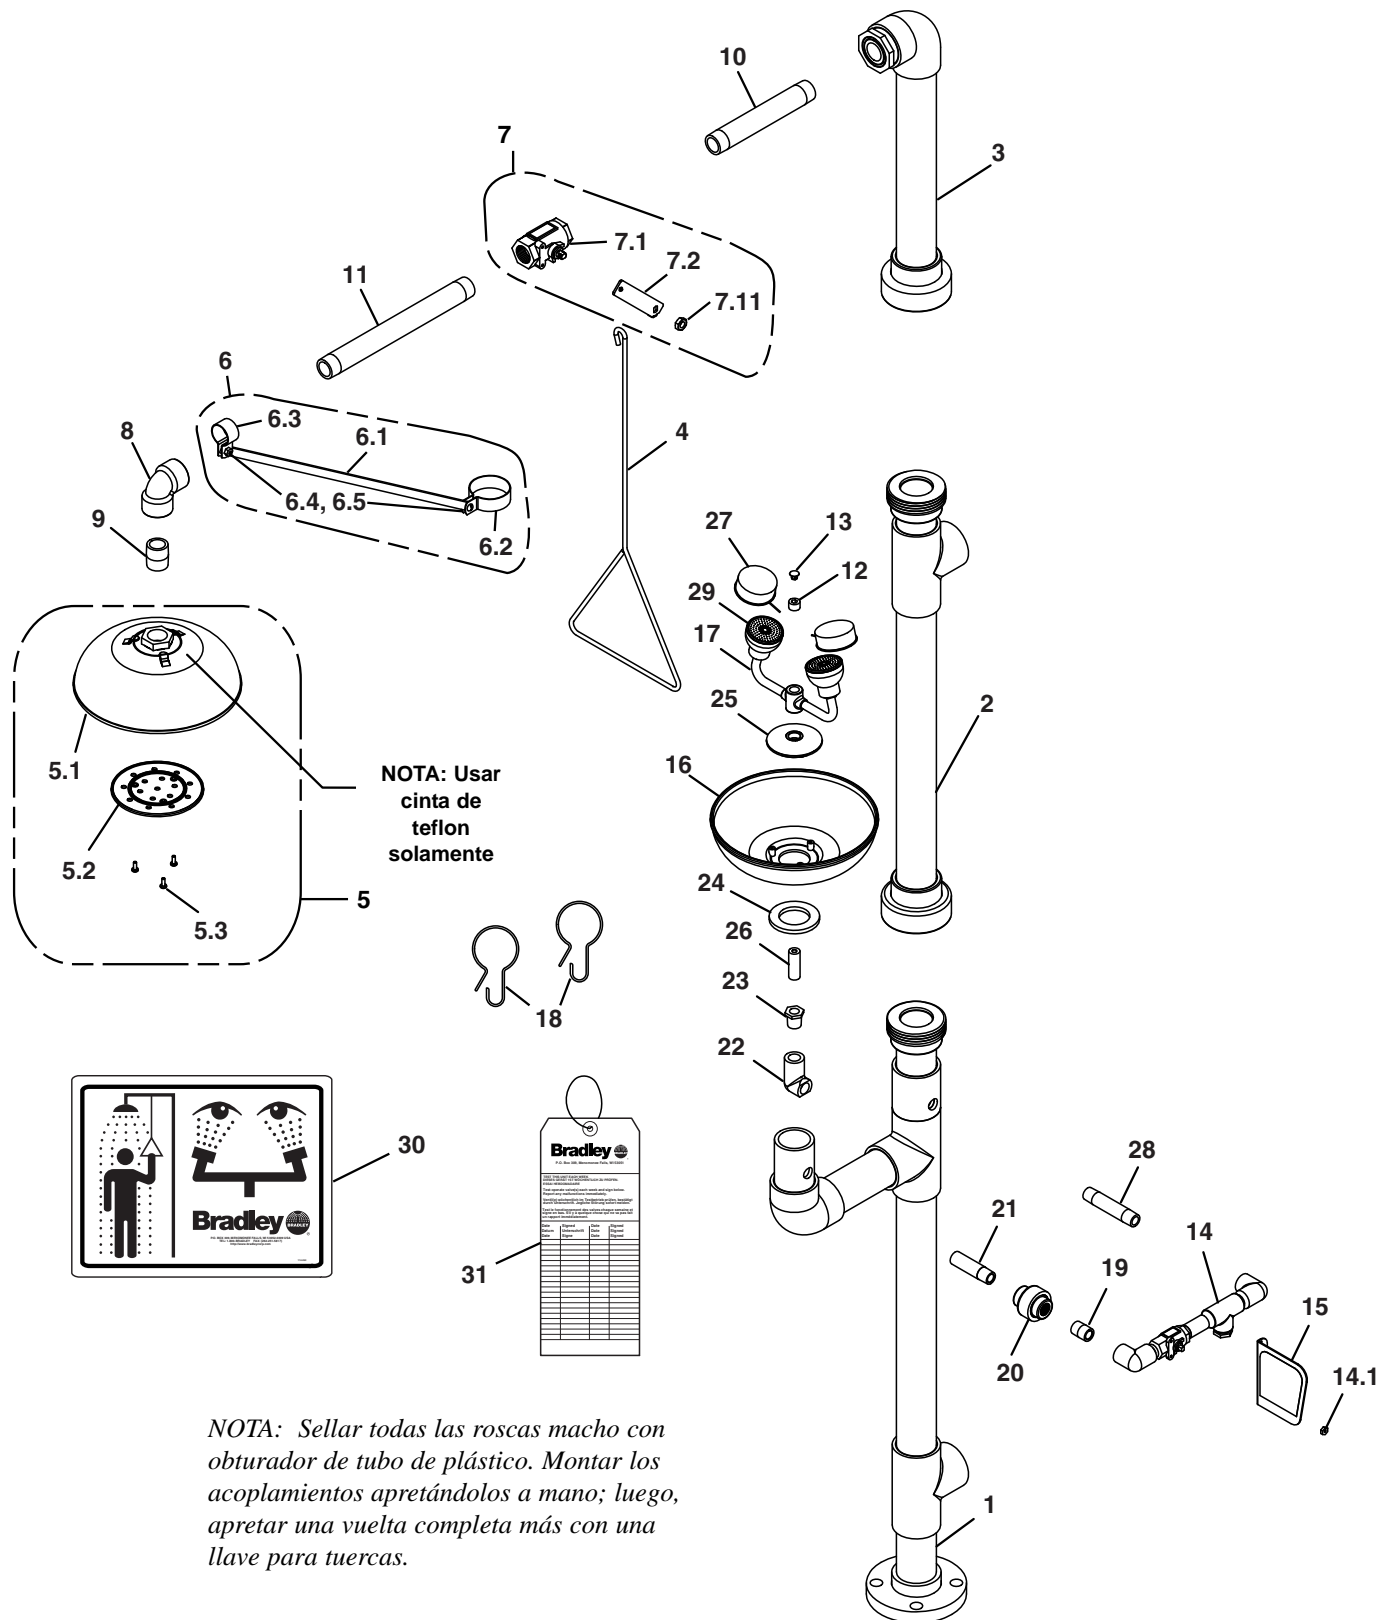

Figura 2
*NOTA: Ver la figura 2 de la página 15 para obtener información sobre la identificación de las piezas*